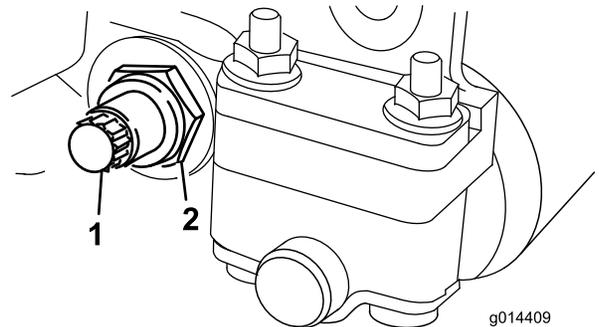

Bild 14
3. Lösen Sie an jeder Seite der Maschine die Sicherungsmutter, mit der die Schraube des Untermesserträgers befestigt ist (**Bild 14**).
Untermesserträger nach unten gezogen und von der Schneideinheit entfernt werden kann (Bild 14).